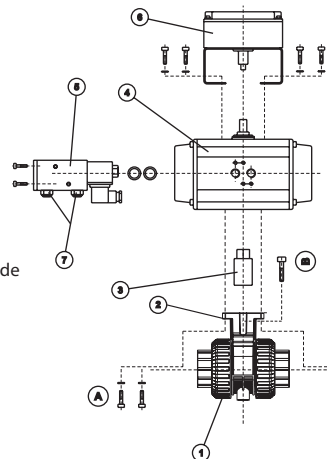

Fig. 19
5. Retirar los tornillos (B, Fig. 19).
6. Separar el actuador eléctrico (2) con la brida de fijación (4) de la válvula.
7. Retirar los tornillos (A) a fin de separar el actuador de la brida de fijación.
8. En caso de querer sustituir el actuador por una maneta, retirar también el casquillo de conexión (3).